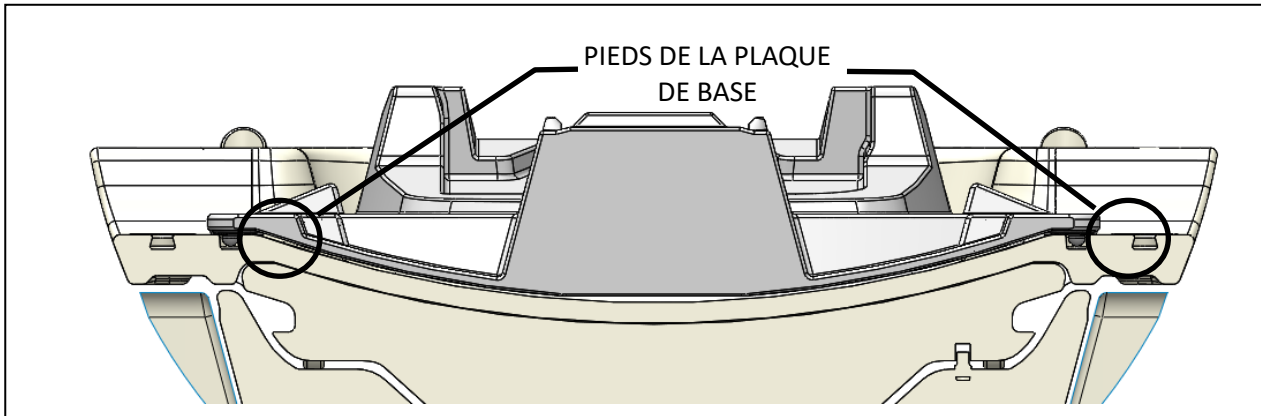

Figure 4 : Positionnement de la plaque de base sur la table IRM
1. Placer la plaque de base TULSA-PRO® pour Ingenia sur la table IRM. Les pieds de la plaque de base doivent être alignés avec les rails intérieurs de la table (Figure 4).